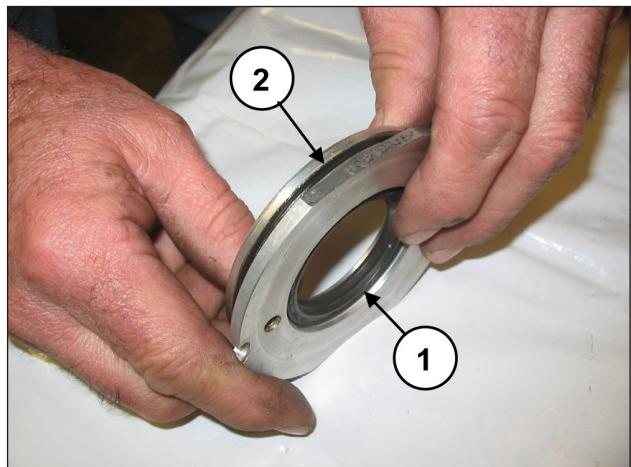

图 165
更换油封（位置①，图 165）和外部O形圈（位置②，图 165）。